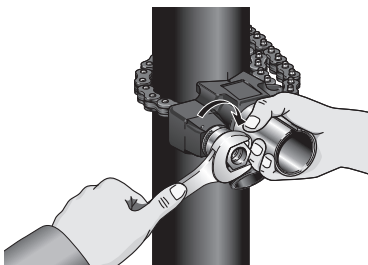

Figura 4 – Montaje de la guía para la broca
4. Con una mano, estabilice y alinee la guía para la broca, mientras afloja levemente la tuerca de ajuste para lograr la posición definitiva. Debe alinear las ranuras fresadas con las marcas de centrado colocadas en el tubo. Con una llave de 1 1/8" (27 mm), apriete bien la tuerca de ajuste (Figura 4). No quite las manos de la guía para la broca hasta que haya confirmado que está bien sujeta al tubo.